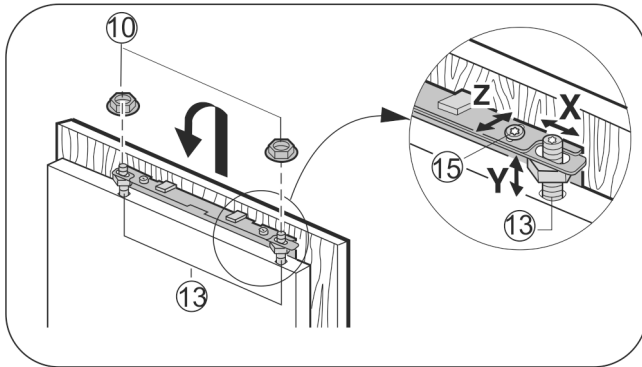

Fig. 19
- ▶ Accrocher la porte du placard sur les boulons d'ajustement, visser légèrement les contre-écrous sur les boulons d'ajustement. Fig. 19 (13) Fig. 19 (10)
- ▶ Ajuster la porte du placard à hauteur de Y et en l'inclinant sur le côté : régler les boulons d'ajustement Fig. 19 (13) à l'aide d'un tournevis.
- ▶ Serrer les contre-écrous Fig. 19 (10).